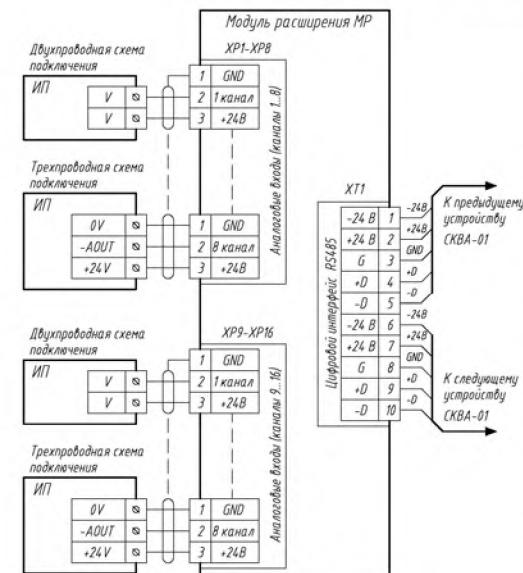

Рис.2
4.2 Подключение производить строго по схеме подключения рис.2.
4.3 Подключение ИП к МР и объединение МР с другими устройствами по интерфейсу RS485 выполняется по схеме рис.2 в следующем порядке:
- Подключите жилы кабелей к разъемам (XP1-XP8) в порядке, указанном в проектной документации и в соответствии со схемой рис.2. Подключение ИП к МР выполняется по схеме рис.2 (полярность подключения кабеля в случае двухпроводной схемы значения не имеет).